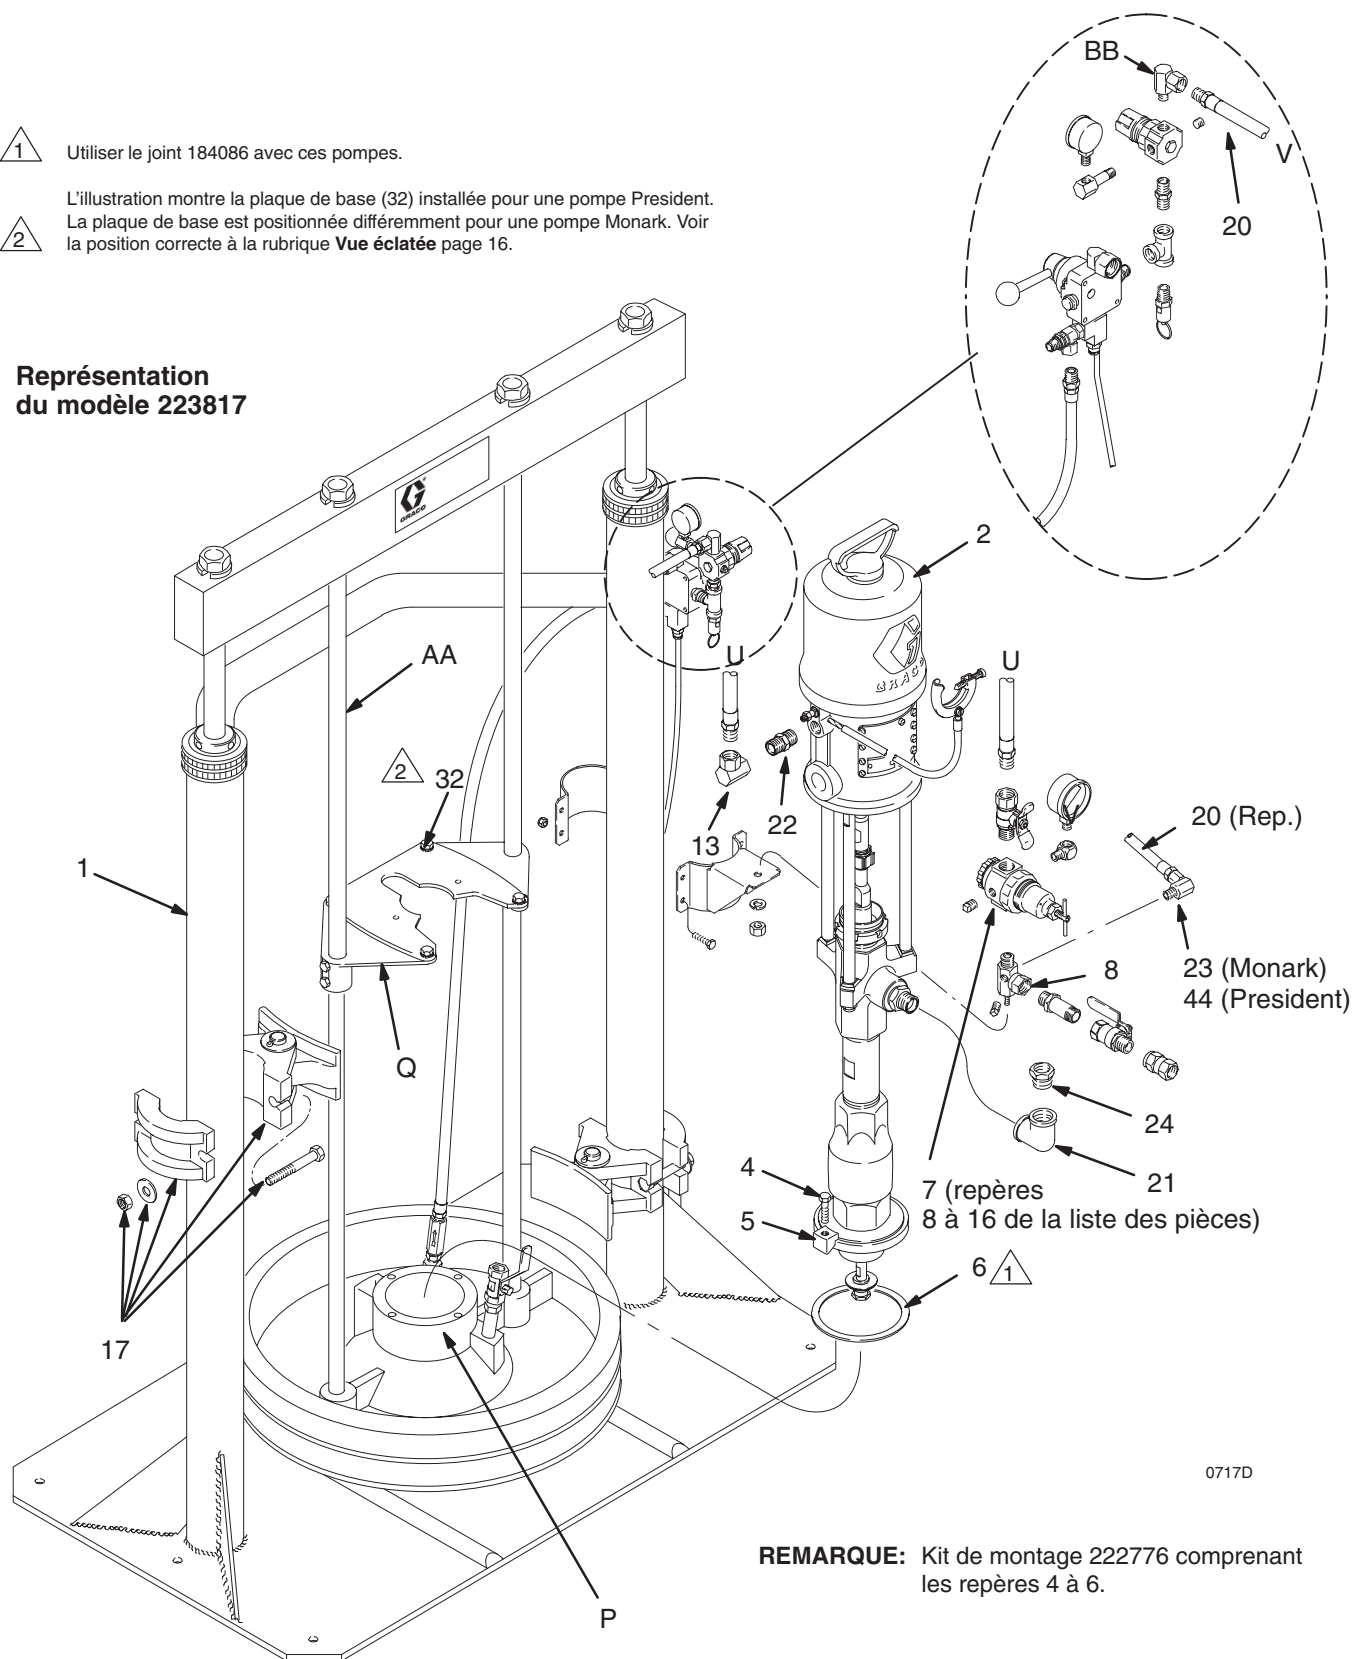

Fig. 4
1. Placer le joint (6) du kit de montage 222776 sur le plateau de l'élévateur (P). Voir Fig. 4.
2. Monter la plaque de base (32) de la pompe sur les plateaux de l'élévateur (Q) à l'aide du matériel contenu dans le kit 224829.
- REMARQUE:** La Fig. 4 montre la plaque (32) installée pour une pompe President. La plaque de base est positionnée différemment pour une pompe Monark. Voir la position correcte à la rubrique **Vue éclatée** page 16.
3. Placer la pompe (2) sur le plateau élévateur (P) et la fixer avec les quatre pattes (5) et vis (4). Fixer la pompe sur la plaque de base (32) à l'aide du matériel fourni.
4. Placer les serre-fût (17) sur les cylindres de l'élévateur (1) pour maintenir le fût en place.
5. Visser l'adaptateur d'entrée d'air (22) du kit 223881 sur l'entrée d'air de la pompe. Utiliser un adaptateur de 3/8 npt(m) 162505 pour les pompes Monark. Utiliser un mamelon 1/2 npt(m) 100122 pour les pompes President.
6. Installation du kit de régulation d'air (7): brancher l'extrémité non tournante du raccord équerre (13) sur le mamelon (22) d'entrée d'air de la pompe.
7. Pour les pompes Monark, visser la douille (24) sur le coude (21), puis visser le coude sur le raccord de sortie de la pompe de telle sorte que la douille soit tournée vers le haut. Voir la position correcte à la rubrique **Vue éclatée** page 16.
8. Pour les pompes Monark, visser l'extrémité 1/8 npt(m) de l'adaptateur (23) sur un orifice 1/8 npt(f) du collecteur d'air (8).
9. Pour les pompes President, visser l'extrémité mâle 1/4 npt du raccord équerre tournant (44) sur un orifice 1/4 npt(f) du collecteur d'air (8).
10. Brancher une extrémité du flexible d'air (20) sur l'adaptateur tournant (23 pour Monark) ou sur le raccord équerre (44 pour President) du collecteur d'air (8). Brancher l'autre extrémité sur l'adaptateur tournant (BB) du régulateur d'air de l'élévateur.